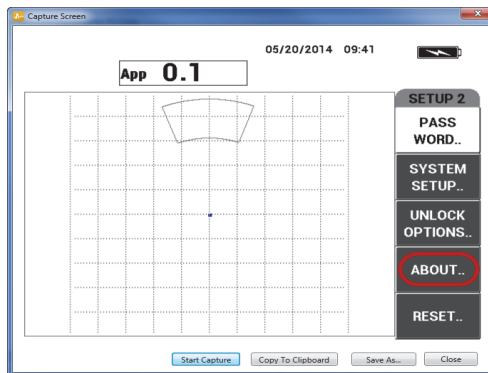

Figura 7-3 Menu SOBRE
2. Pressione a tecla D para selecionar o menu **SOBRE** (veja Figura 7-3 na página 185).